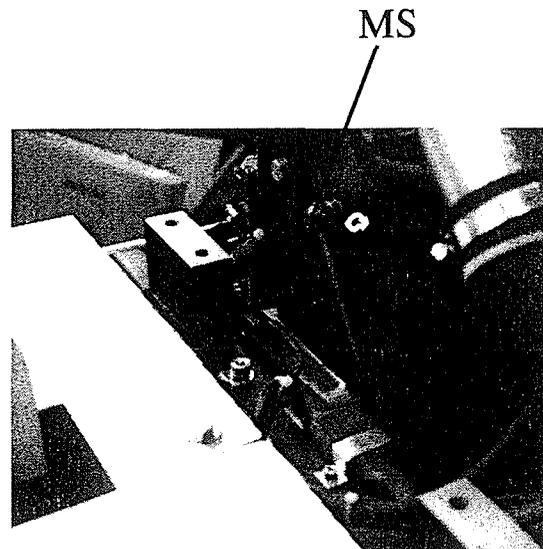

Bild 15
- Ölmeßstab „ MS “herausziehen und mit faserfreiem Lappen abwischen (Bild 15).